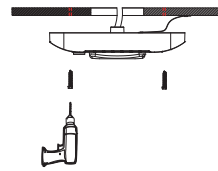

FIGURE 3
- (3) Fixation du luminaire au plafond avec des vis autotaraudeuses M6.3\*60MM. (FIGURE 3)